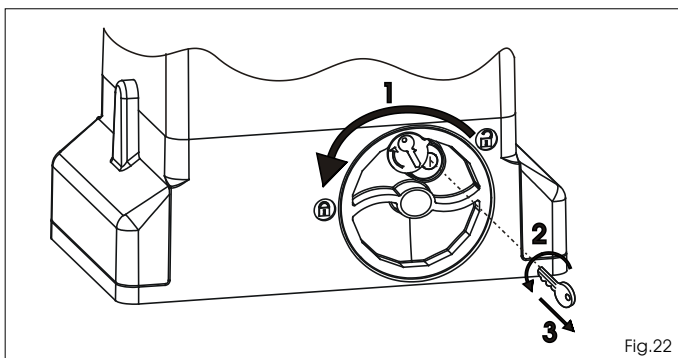

Fig. 22
- 1) Gire el sistema de desbloqueo en sentido antihorario hasta su bloqueo, Fig.22 ref.1.
- 2) Gire la llave en sentido antihorario y sáquela de la cerradura, Fig.22 ref. 2 y 3.